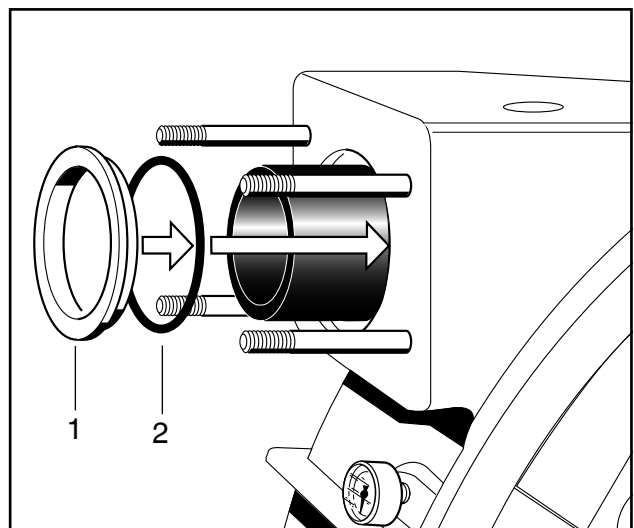

Fig. 22 Montaggio dell'anello di tenuta
5. Montare per prima completamente l'attacco al lato mandata. Iniziare il montaggio della nuova guarnizione O-Ring (Pos. 2, Fig. 22) dall'anello a gradino (Pos. 1, Fig. 22).